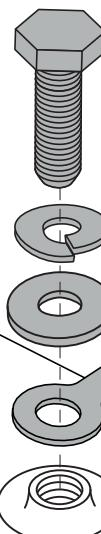

Abb. 11. Befestigungselemente für den Batterieanschluss
4. Trennen Sie die Batterienkabel von den Batterienanschlüssen, indem Sie die Anschlusskapchen zurückschieben und die Mutter abschrauben. **Siehe Abb. 11.**
HINWEIS: Einige Elektromobile verfügen über Abstandhalter zur Sicherung der Batterien. Unter Umständen ist es sinnvoll, die Abstandhalter zu entfernen und sicher aufzubewahren, bis die Batterien im Elektromobil ausgetauscht worden sind. Siehe Abb. 11.